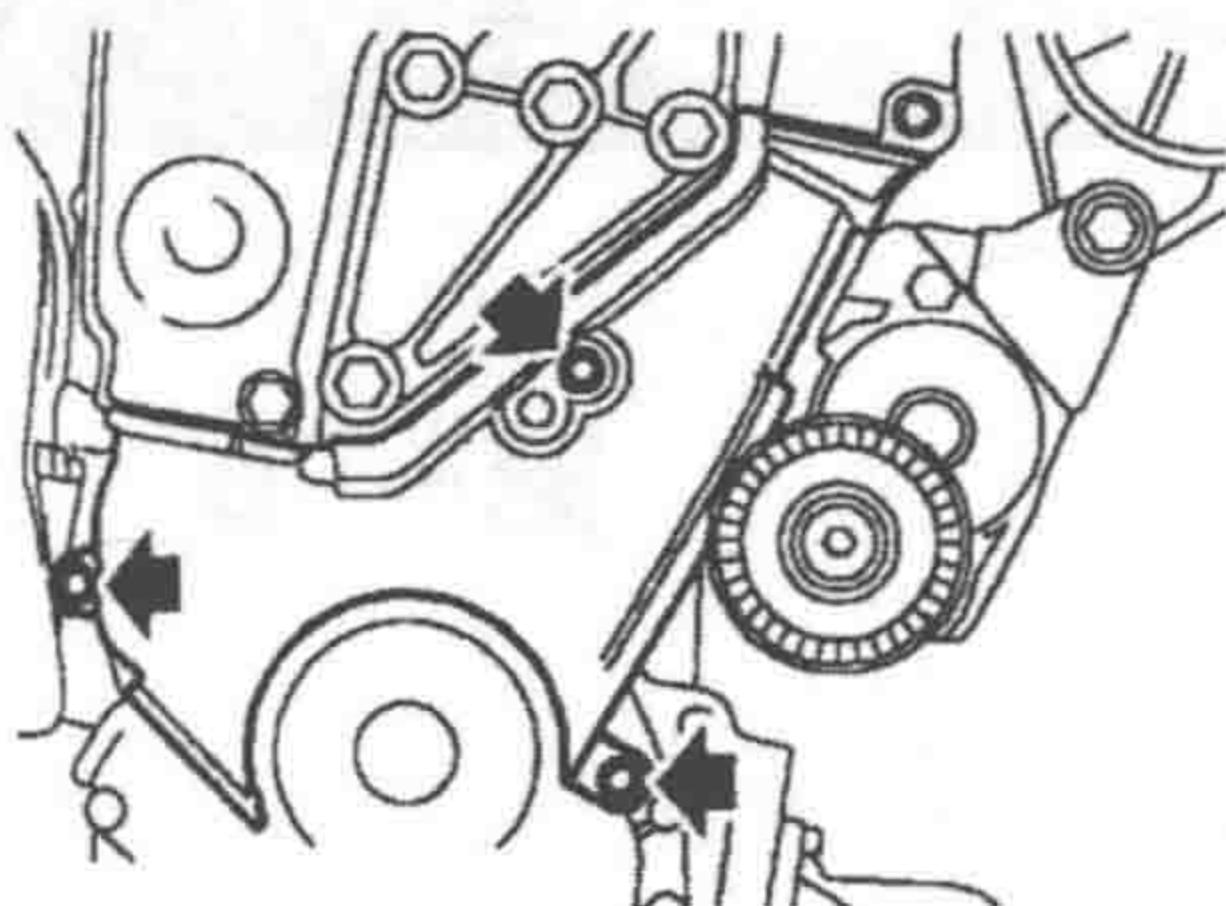

图 1-1-6 拆卸螺钉
- ⑭ 如图 1-1-6 所示，拆下 3 个固定螺钉，拆卸正时皮带前下盖和密封件。